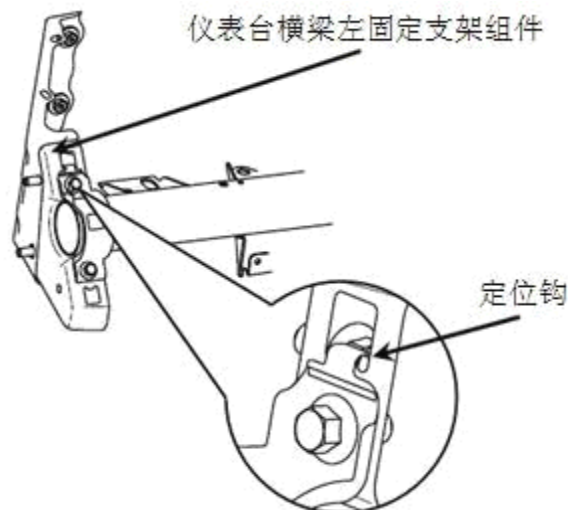

图 4.1.14.2 仪表台横梁固定支架组件（左）
5). 再次确认转向管柱以及其它相关的电器元件、线束与管梁以及仪表板下本体的连接断开。确认无误后，将图 4.1.14.2 中所示的左侧定位钩脱开，再将图 4.1.14.3 中所示的右侧定位钩脱开，即可将管梁以及仪表板下本体将车身上拆下。